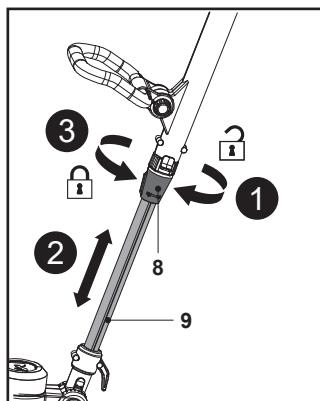

Fig. 5
1. Desaperte a manga de bloqueio (8) para a direita (Fig. 5, passo 1).
2. Puxe a haste inferior (9) para fora ou empurre-a para ajustar ao comprimento pretendido (Fig. 5, passo 2).
3. Aperte a manga de bloqueio (8) para a esquerda (Fig. 5, passo 3).